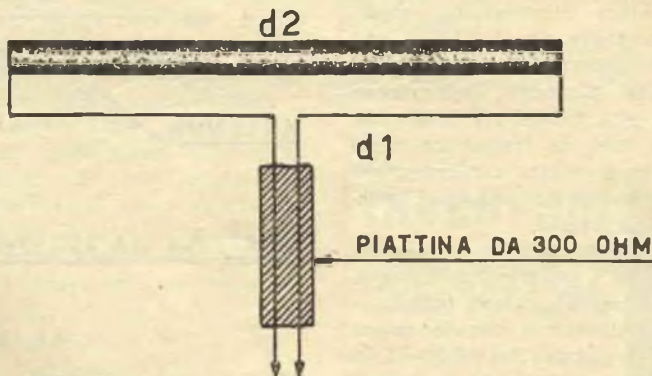

Fig. 4. — Aumentando  $d_2$ , o diminuendo  $d_1$ , la resistenza dell'antenna aumenta.
**Fig. 4.** - Ecco il nostro microscopico laboratorio nel quale, con un temperino, poco filo e un po' di penna, costruiremo i più begli insetti che mai abbiano volato su uno specchio d'acqua.